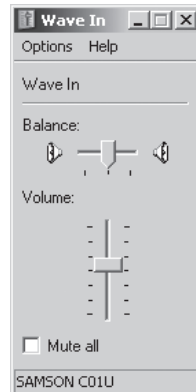

Figura 4
4. La ventana Wave In ajusta la ganancia controlada por el ordenador y permite la anulación del micrófono. El rango de ganancia va de -62 a +48 dB (figura 4).